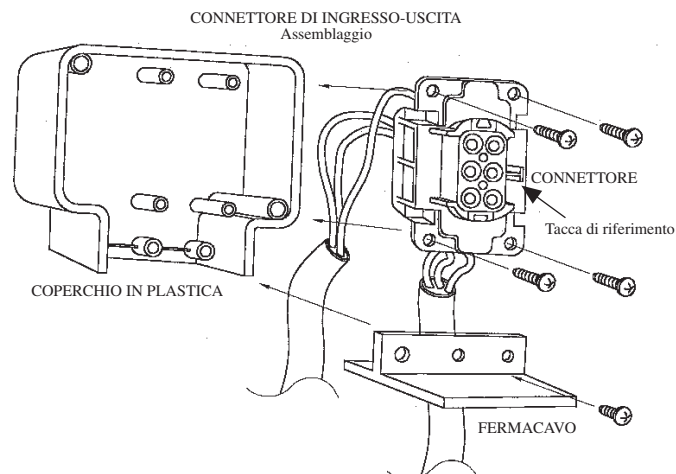

Fig. 3 Coperchio morsettiera
2. Inserire il connettore nel coperchio in plastica fissandolo con le apposite viti, quindi assicurare i cavi al coperchio tramite il fermacavo (vedi fig. 3).